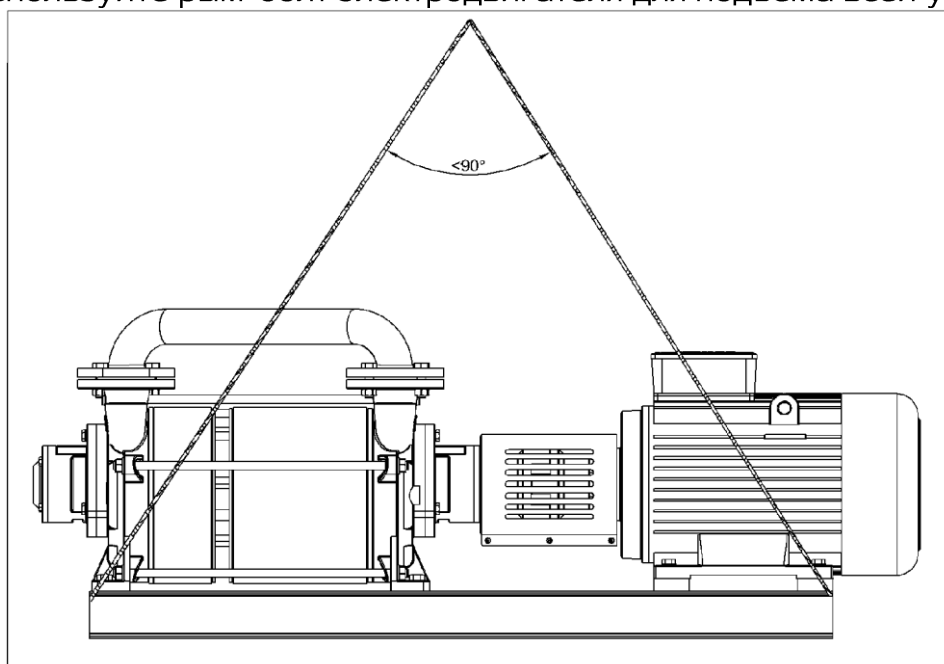

Рис. 1.а Перемещение насосов серий GMP, GVP, GMVT
- Поднимать насосную установку следует при помощи веревок или ремней, как показано ниже (Рис. 1.)